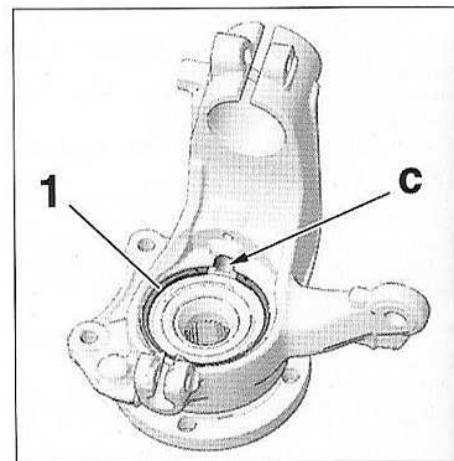

FIG.24
- le circlip (1) (Fig.24).
• Poser un circlip neuf (1) sur la face interne du pivot, en veillant à laisser libre le logement (c) du capteur de roue (Fig.24).